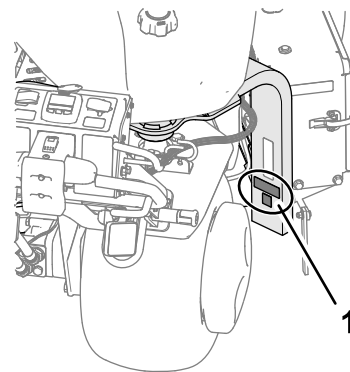

图 19
2. 如 图 19所示用酒精清洁叉腿并让表面晾干。
3. 向叉腿上粘贴 CE 标贴和生产年份标贴图 19。